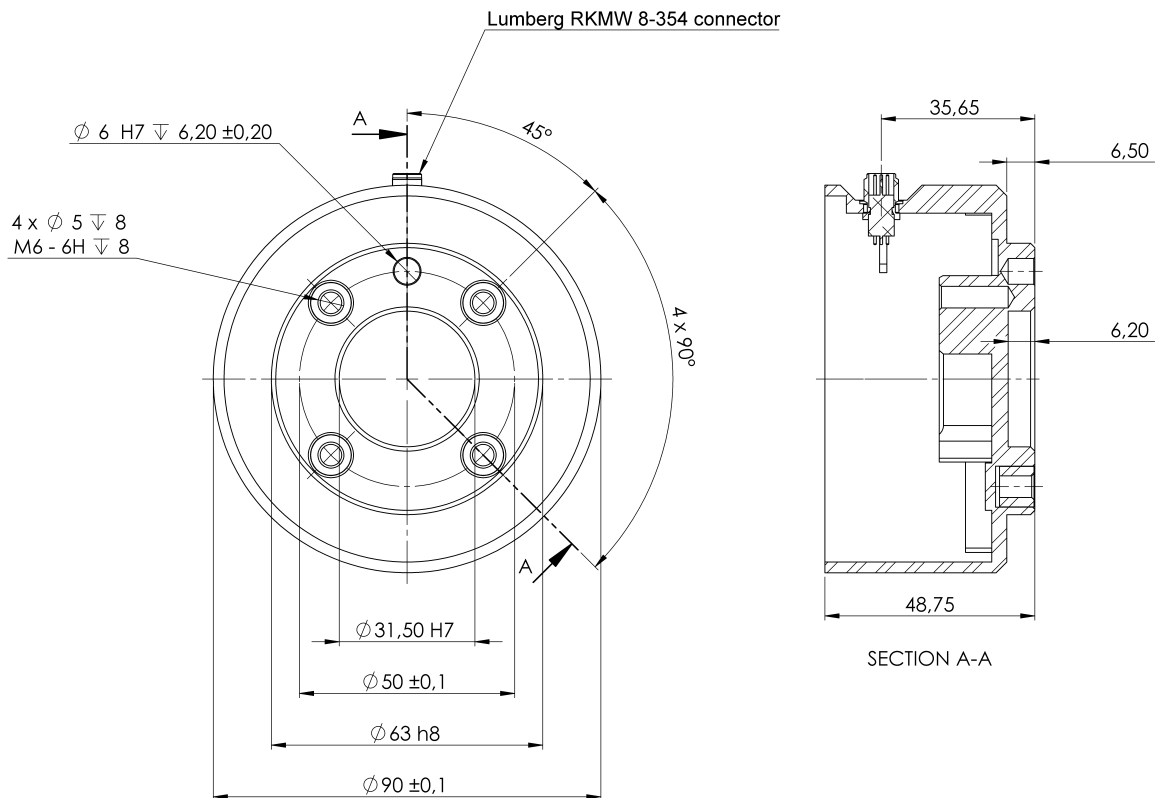

图 4.2: 工具输出法兰 (ISO 9409-1-50-4-M6) 是机器人顶端的工具安装位置。所有测量值均以 mm 为单位。
**工具** 机器人工具法兰有四个 M6 螺纹孔，可用于将工具连接到机器人。M6 螺栓必须使用 8 Nm 的扭矩拧紧，其强度等级为 8.8。为了准确地重新定位工具，请在预留的 Ø 6 个孔中使用销钉。图 4.2 显示了工具法兰的尺寸和孔模式。建议对销钉使用径向槽孔以避免过度约束，同时保持精确的位置。安装工具的螺栓不得超过 8mm。M6 螺栓太长将压在工具法兰的底部并使机器人短路。